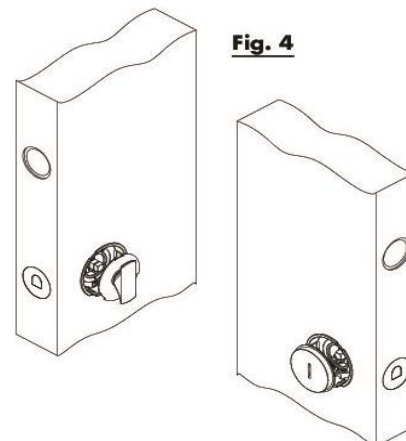

Fig. 4
4. Schuif de 6mm tige in de voorziene openingen en en kort ze in, indien nodig (fig. 4)
4. Poussez la tige dans les trous prévus et coupez les, si nécessaire (fig. 4)
5. Klik de knop en de andere zijde in de behuizing. (fig. 4)